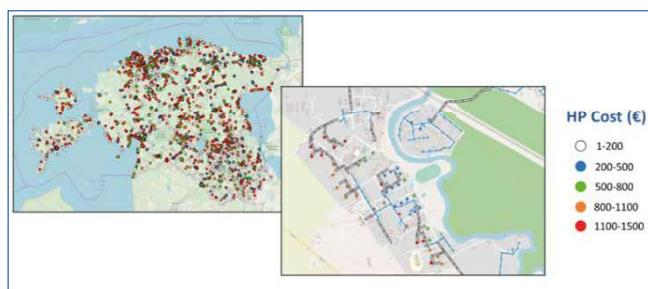

Abbildung 4: „Homes passed“ nach Kosten aufgeschlüsselt
- bei jedem Planungslauf die teuersten „homes passed“ so lange zu entfernen, so lange, bis die Budgetgrenze erreicht wurde (Abbildung 4)